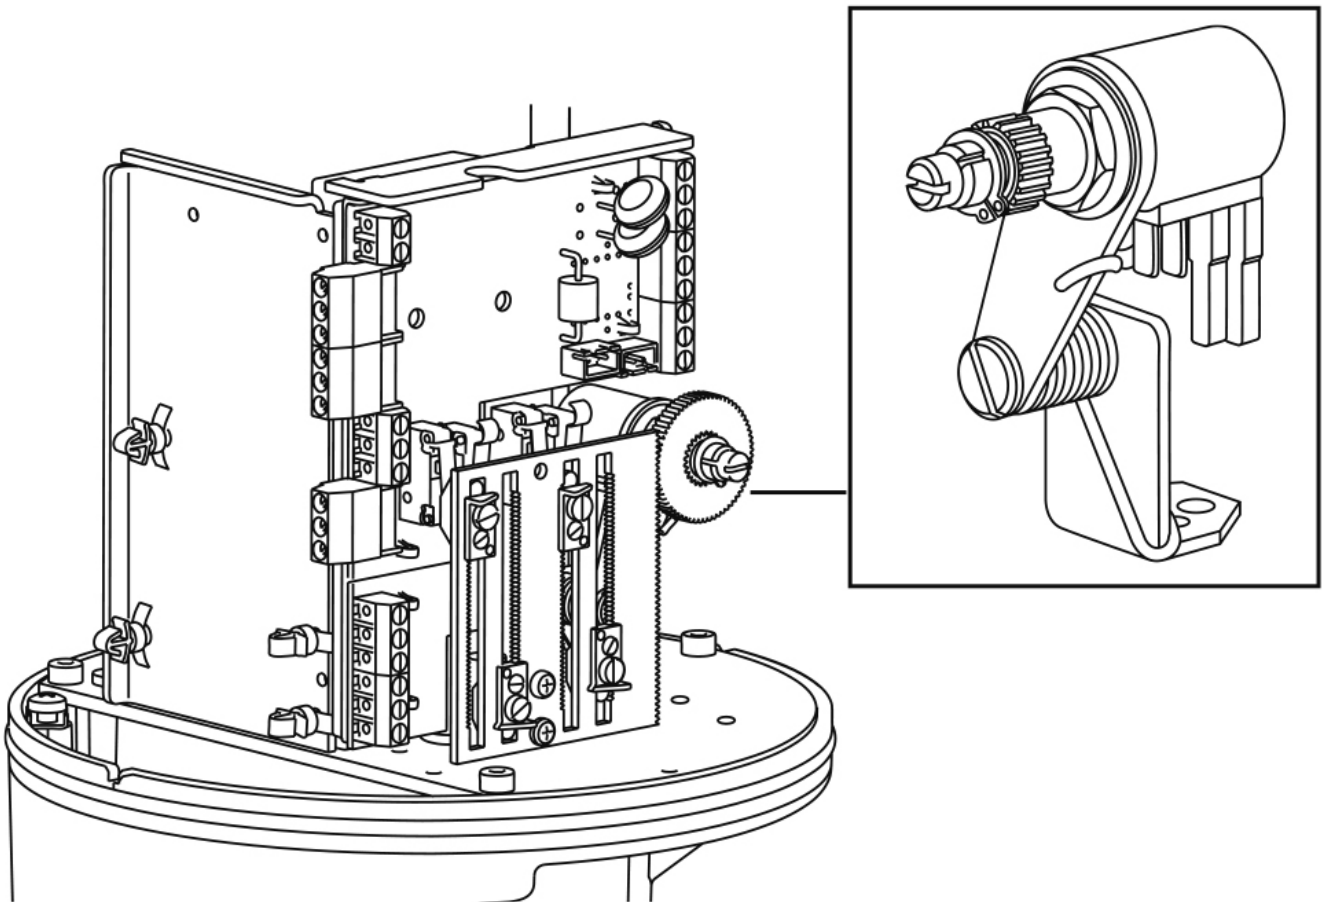

Fig. 31
6. A ce point, le multimètre doit indiquer 0 V. Si cela n'est pas possible, tourner la roue du potentiomètre de recopie jusqu'à ce que le multimètre lise 0 V (Fig. 31). Tourner doucement le potentiomètre P2 (Fig. 31) jusqu'à ce que toutes les LED indiquant la direction de la course s'éteignent.